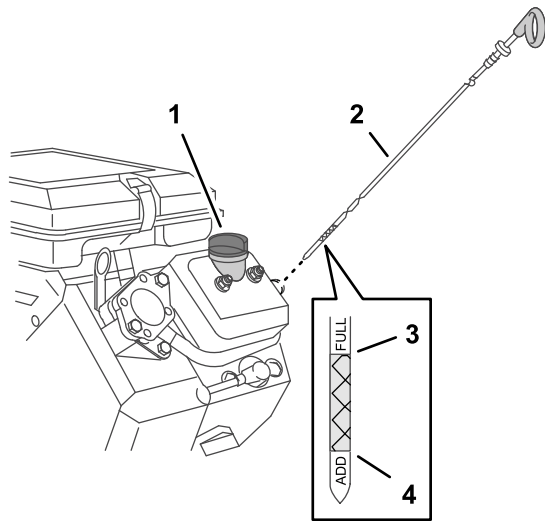

Figura 70
4. Introduzca la varilla en el motor (Figura 70).
5. Retire el tapón del cuello de llenado y compruebe en la varilla el nivel de aceite (Figura 70).
Nota: El nivel del aceite del motor debe cubrir la zona sombreada de la varilla (Figura 70).